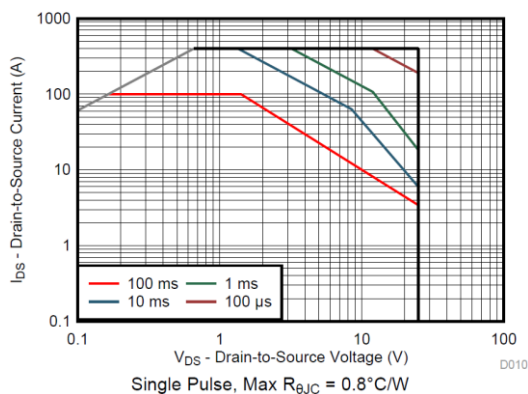
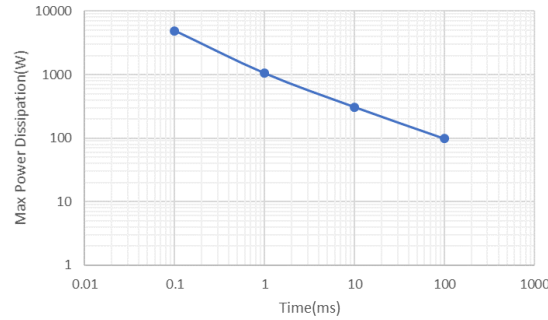

图 7 MOSFET SOA 曲线
图 12 MOSFET 最大耗散功率与持续时间的关系
- Inrush 电流和启动时间必须符合 MOSFET 的 SOA 曲线, 如图 7^[5]。一般外置软启电路时启动时间都会达到几十毫秒或者上百毫秒, 需要根据 SOA 曲线计算出裕量, 一般要求裕量 > 30%。
接下来校验 MOSFET 的 SOA，SOA 与时间有关，如图 7。将表 4 中的 SOA 数据绘制在 log-log 坐标系中，耗散功率与持续时间是线性关系^[2]，如图 12。